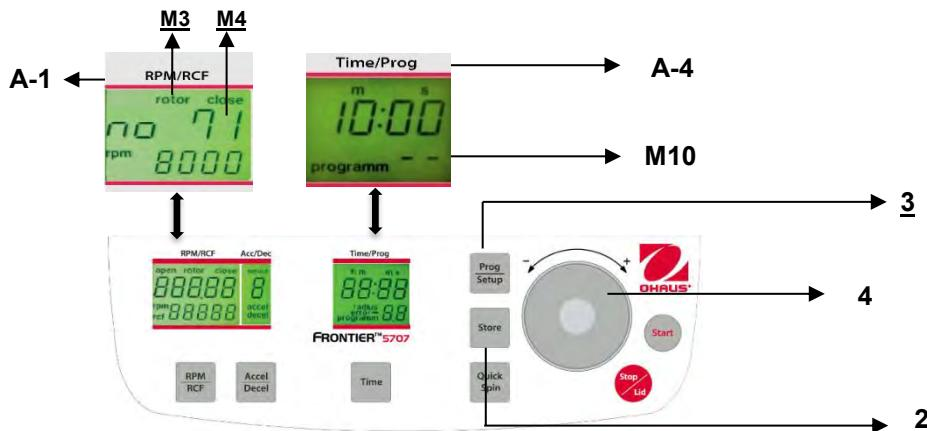

Figure. 23
Pour rappeler des programmes mémorisés, appuyer sur la touche "Prog/Setup" (3) (voir la figure 23) alors que le couvercle est déjà fermé. Sur l'affichage "Time/Prog" (A-4), le mot "programm -"(M10) apparaît. Le numéro de programme désiré peut être présélectionné avec le cadran de réglage (4). Sur les affichages respectifs, les valeurs mémorisées de ce programme apparaîtront.
Pour quitter le mode de programmation, appuyer simplement sur la touche "Prog/Setup" (3) (voir la figure 23). Sur l'affichage "Time/Prog" (A-4), le mot "programm" (M10) apparaîtra.